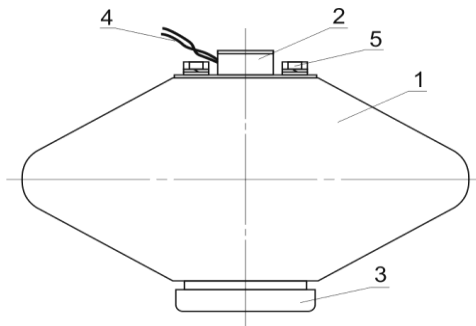

Рис. 1. МПП «Гарант-5»
4.1. Конструкция МПП «Гарант-5» представлена на Рис. 1.
Цифрами на рис. 1 обозначены:
Цепь пуска подключается к контактам (поз. 4, рис. 1). При подключении МПП «Гарант-5» полярность значения не имеет.